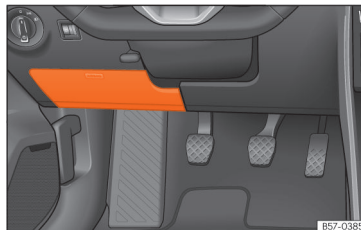

Рис. 201 Кришка блока запобіжників у передній панелі з боку водія.
- Відкрити: потягніть кришку вниз »» **рис. 201.**